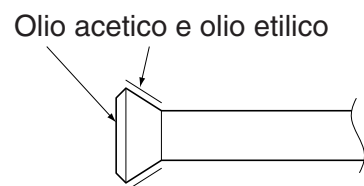

Fig. 13
- Quando si collegano i dadi svasati, applicare alla parte svasata (sia all'interno, sia all'esterno) un velo di olio etilico o di olio acetico, quindi fare compiere 3 o 4 giri e infine serrare. **(Fare riferimento alla Fig. 13)**